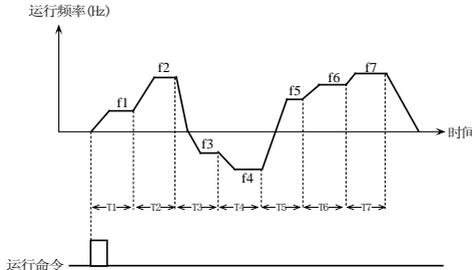

图 5-5-1 PLC 单循环后停机方式
**说明：**单循环 1，如图 5-5-1，变频器完成一个循环后自动停机，需要再次给出运行命令才能起动。